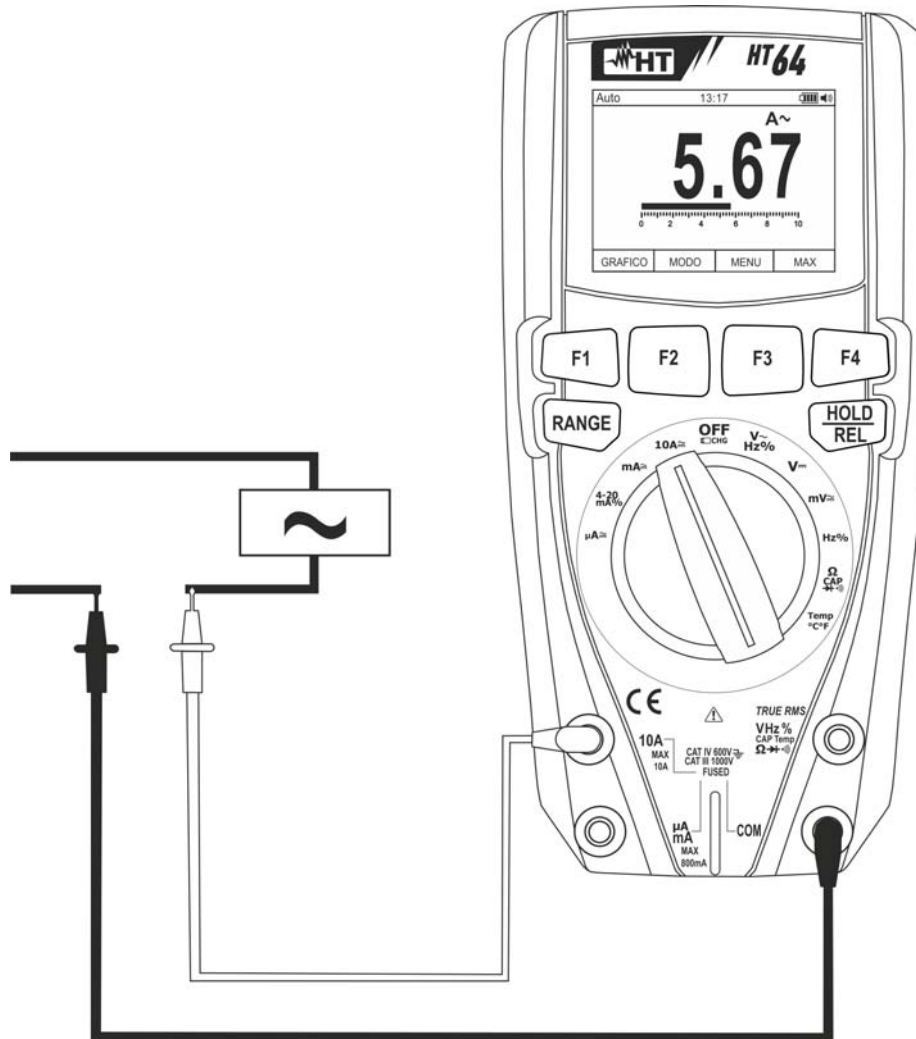

Fig. 30: Uso del instrumento para medida de Corriente CA
5. Conecte la punta roja y la punta negra en serie al circuito del que se quiere medir la corriente (vea Fig. 30)